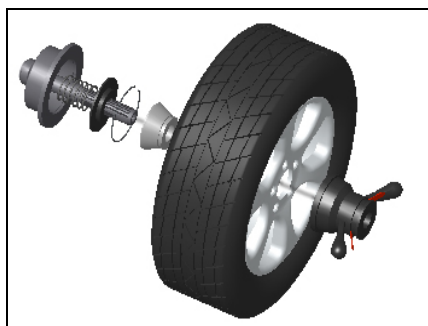

рисунок 6-1
6.2.2.1 Положительное позиционирование (рисунок 6-1).